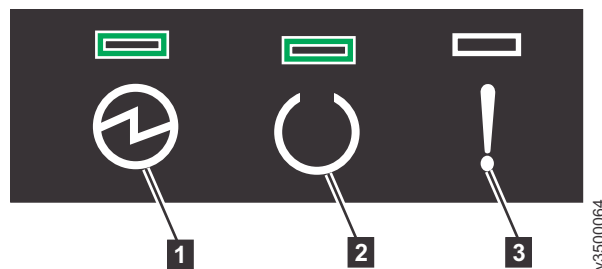

図 122. 拡張キャニスターの LED
2. 拡張エンクロージャーの背面から各拡張キャニスター上の LED を確認します (図 122 を参照)。